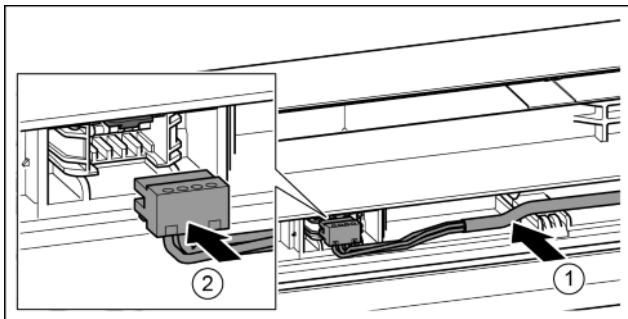

Fig. 37
- Вставить серый кабель в направляющую в верхней двери. *Fig. 37 (1)*
- Зафиксировать штекер. *Fig. 37 (2)*